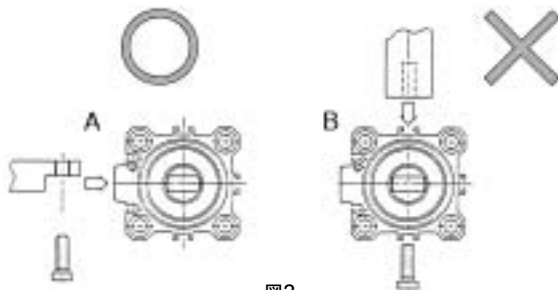

図2
- ① ロッド先端二面幅用のアーム取付けには取付方向によってピストンロッドの強度が不足しますので、アームの取付方向をA図のようにしてください。(図2)